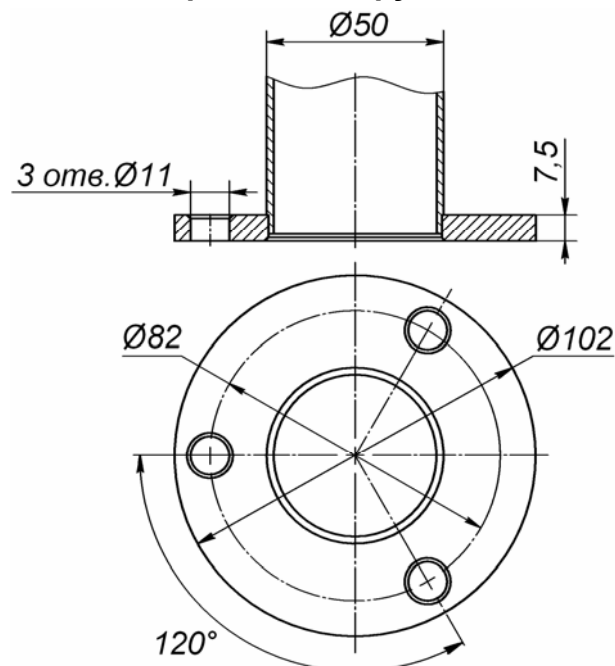

Рисунок 11. Расположение отверстий под анкерные болты во фланцах стоек
3. Поставьте первую стойку в необходимом месте на установочную поверхность таким образом, чтобы расположение патрубков соответствовало необходимому расположению поручней. Придерживая стойку, разметьте через отверстия для анкерных болтов во фланце (см. рис. 11) расположение трех отверстий под анкеры на установочной поверхности. Положите стойку.
2. От центров разметьте точки крепления фланцев вертикальной и опорной стоек секции ограждения к установочной поверхности, как показано на рис. 11 и 13 – две группы по три отверстия $\varnothing 16 \times 65$ под анкеры.
2. От центров разметьте точки крепления фланцев стоек секции ограждения, как показано на рис. 11 и 13 – две группы по три отверстия Ø16×70 под анкеры.